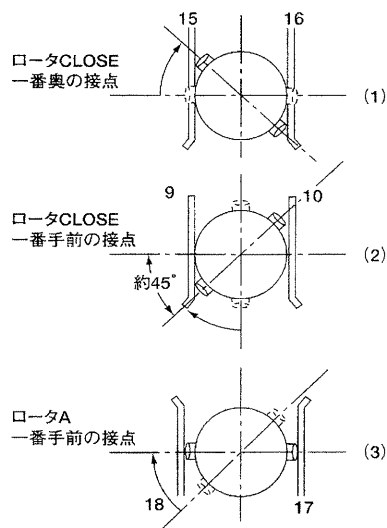

図5.2.8
- ・ロータ“CLOSE”のモータ回路用接点(端子符号15-16)を、図5.2.8(1)のように、接点がOFFになるところ(約45°)に位置決めします。(見にくければ、同じロータの最も手前の接点(符号9-10)がONになるところに位置決めしても等価となります。(図5.2.8(2)))
- ・ロータAの接点は、図5.2.8(3)のようにONになった位置で止めます。